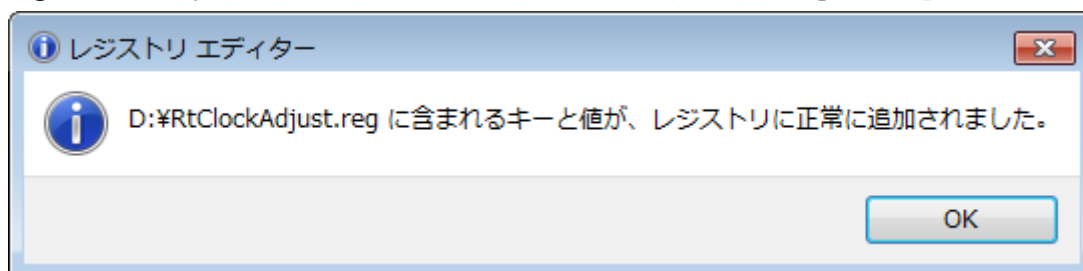

図 4-3-4. レジストリ登録完了メッセージ
- ④ 正常に登録が完了すると、図 4-3-4 のような画面が起動します。「OK」ボタンをクリックしてください。